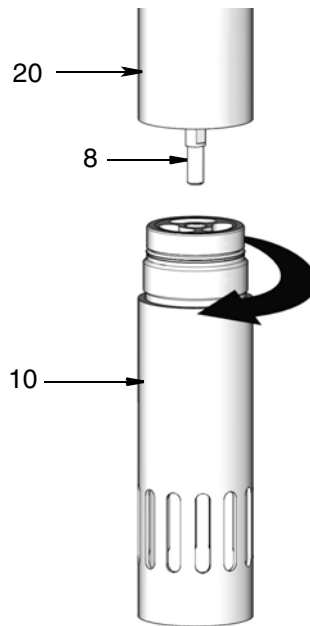

图 7
6. 从气缸 (20) 拧下底阀外壳 (10) (图 7)。